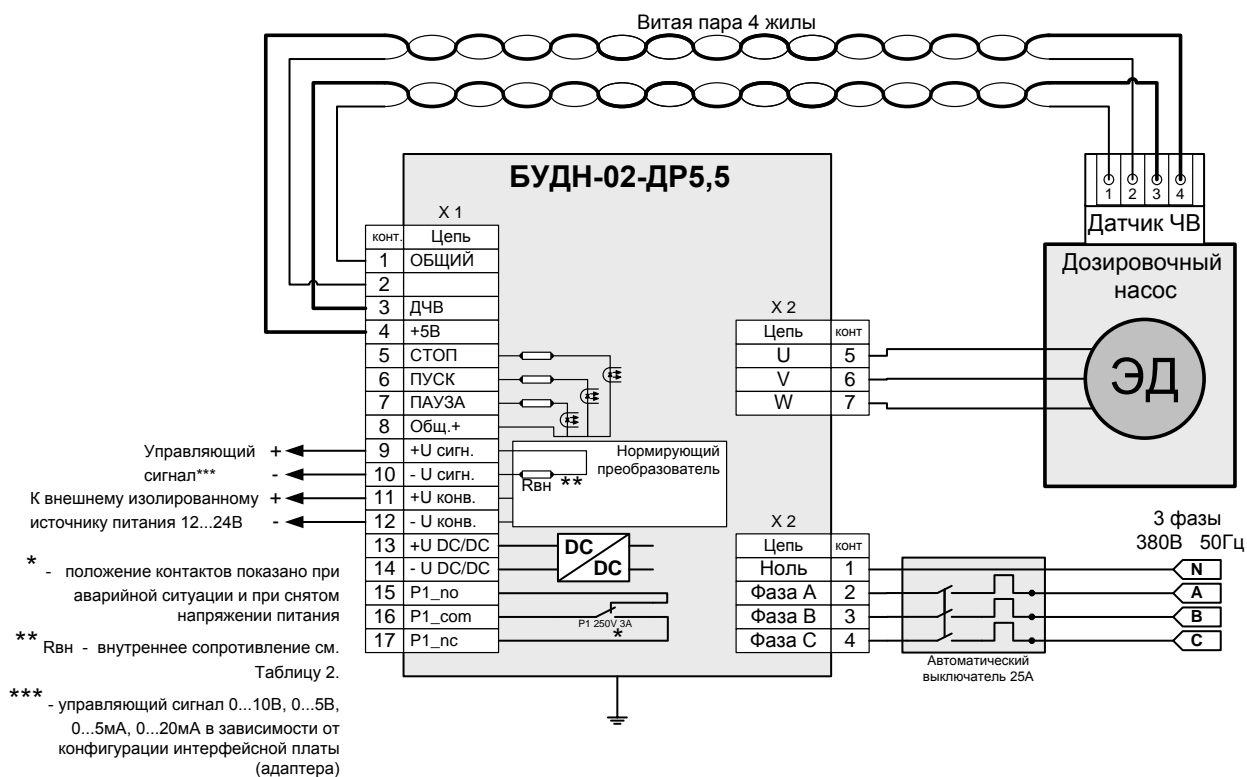
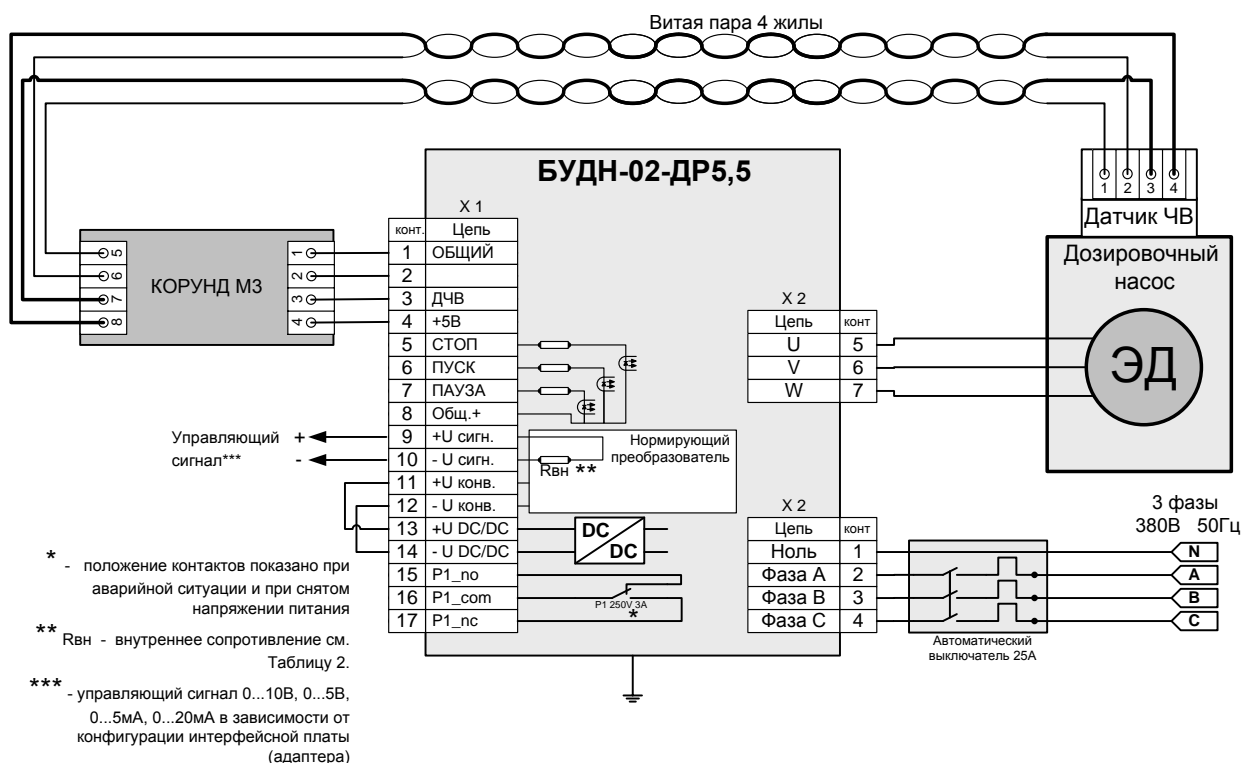

Рисунок 11 – Монтажная схема подключения блока управления БУДН-02-ДР5,5 к дозировочному насосу.
Рисунок 12 – Монтажная схема подключения блока управления БУДН-02-ДР5,5 к дозировочному насосу, находящемуся во взрывоопасной зоне.
- Токовая петля 0÷5 мА подключается к клеммам 9, 10 с соблюдением полярности (9 «+», 10 «-»). Необходимо установить переключки между клеммами 11-13 и 12-14 при наличии встроенного в БУ DC/DC конвертера (рисунок 12) или подать внешнее напряжение питания 12÷24 В (рисунок 11) на клеммы 11 и 12 с соблюдением полярности (11 «+», 12 «-»).
- Токовая петля 0÷20мА подключается к клеммам 9, 10 с соблюдением полярности (9 «+», 10 «-»). Необходимо установить переключки между клеммами 11-13 и 12-14 при наличии встроенного в БУ DC/DC конвертера (рисунок 12) или подать внешнее напряжение питания 12÷24 В (рисунок 11) на клеммы 11 и 12 с соблюдением полярности (11 «+», 12 «-»).
- Управляющее напряжение 0÷5 В подключается к клеммам 9, 10 с соблюдением полярности(9 «+», 10 «-»). Необходимо установить переключки между клеммами 11, 13 и 12, 14 при наличии встроенного в БУ DC/DC конвертера (рисунок 12) или подать внешнее напряжение питания 12÷24 В (рисунок 11) на клеммы 11 и 12 с соблюдением полярности (11 «+», 12 «-»).
- Управляющее напряжение 0÷10 В подключается к клеммам 9, 10 с соблюдением полярности (9 «+», 10 «-»). Необходимо установить переключки между клеммами 11-13 и 12-14 при наличии встроенного в БУ DC/DC конвертера (рисунок 12) или подать внешнее напряжение питания 12÷24 В (рисунок 11) на клеммы 11 и 12 с соблюдением полярности (11 «+», 12 «-»).